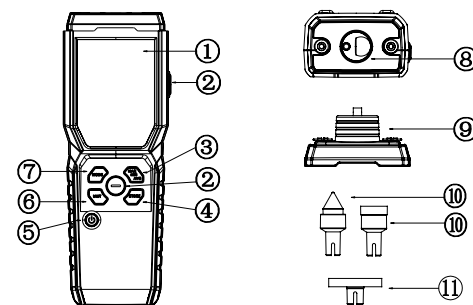

Fig. 1
V. Structure extérieure (Fig.1)